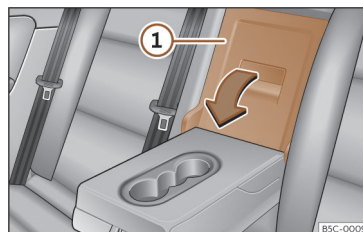

Fig. 190 Dans le dossier de la banquette arrière : ouverture de la trappe de chargement.
- Tirer sur le levier de déverrouillage dans le sens de la flèche et rabattez complètement le couvercle de la trappe de chargement >>> **fig. 190 ①** vers l'avant.